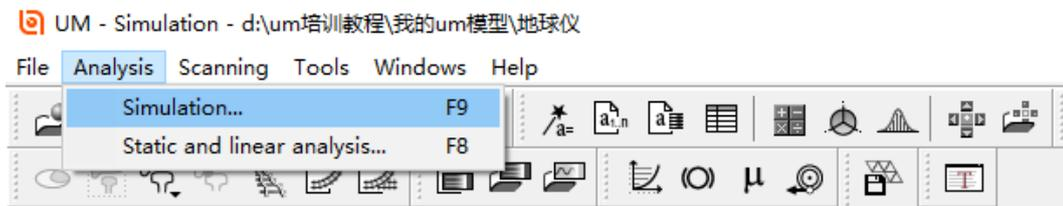

图 2-40
1) 选择主菜单 **Analysis** → **Simulation**，弹出仿真控制面板，如图 2-40。